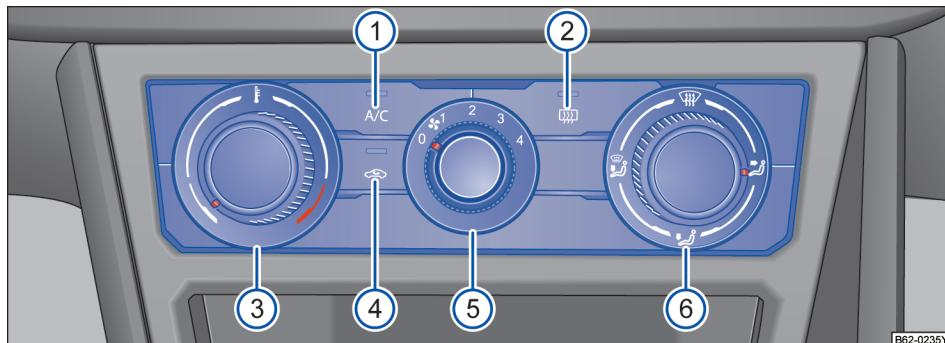

图 82 中控台上：电子手动空调的操作元件
- 按压按钮 C_1 →图82④，即可打开或关闭空气内循环模式。如果此按钮中的指示灯亮起，说明其处于打开状态。